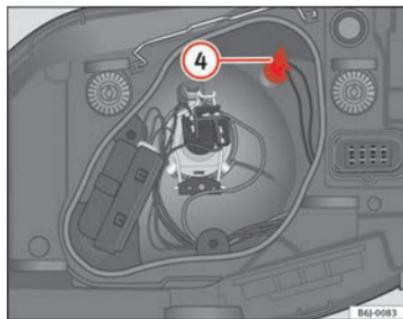

Fig. 141 Luz de presença
- Extraia o porta-lâmpadas ④ ⇒ fig. 141 para fora.